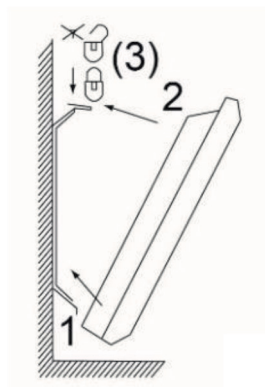

Рис. 9
- вставьте опоры кронштейна 1 (рис. 9) в специальные отверстия, расположенные в нижней части конвектора;